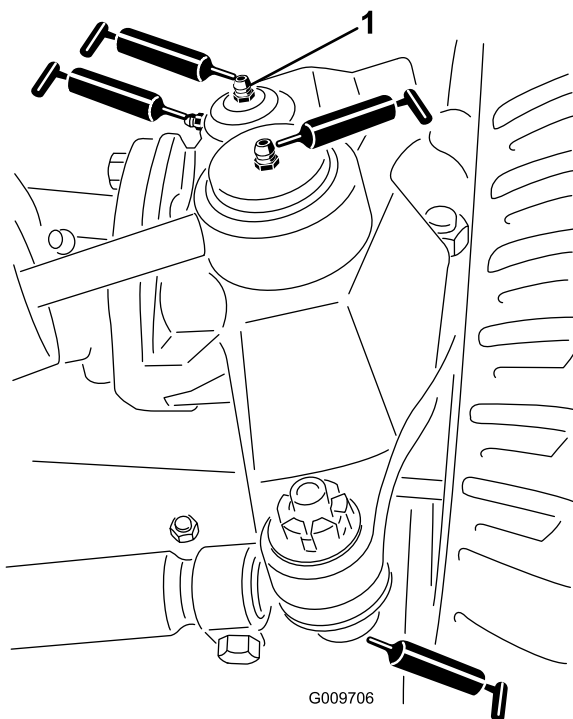

Figura 23
- Giunti sferici (2) del cilindro di sterzo (Figura 23)
- Giunti sferici (2) del tirante (Figura 23)
- Boccole (2) del perno del fuso a snodo (Figura 23).